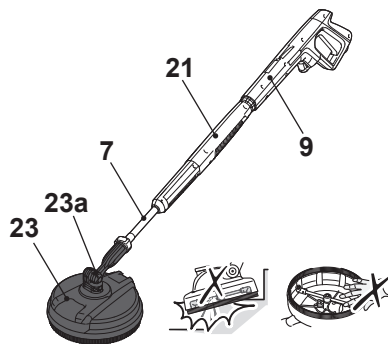

Fig. 12
4. Encaje firmemente la lanza corta de extensión (21) girando la manga (21b) en el sentido de las agujas del reloj (paso 3).
5. Alinee e inserte las lengüetas (7a) de la lanza de extensión (7) en las ranuras del puerto de conexión de la lanza corta de extensión (21) (paso 4).
6. Encaje firmemente la lanza de extensión (7) girandola en el sentido de las agujas del reloj para bloquearla en su sitio (paso 5). Asegúrese de que la flecha de la lanza corta de extensión se alinea con la flecha de la lanza de extensión.
7. Coloque el cepillo para terraza (23) en la lanza de extensión (7) (Fig.12).